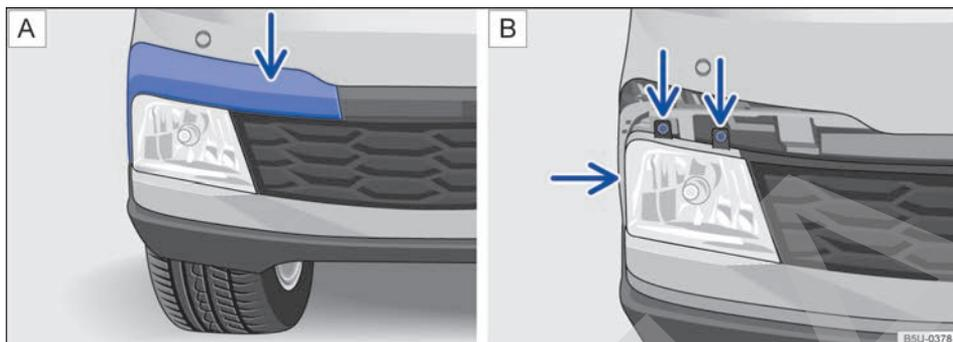

Fig. 187 En el paragolpes delantero: **A** desinstalar la moldura del faro de neblina y **B** retirar los tornillos del faro de neblina.
2. Desenganjar la moldura, con cuidado → Ⓞ, primero del lugar indicado por la flecha → fig. 187 **A**. Desmontar completamente para acceder a los tornillos del faro de neblina.
3. Retirar los tornillos de fijación indicados por las flechas → fig. 187 **B**.